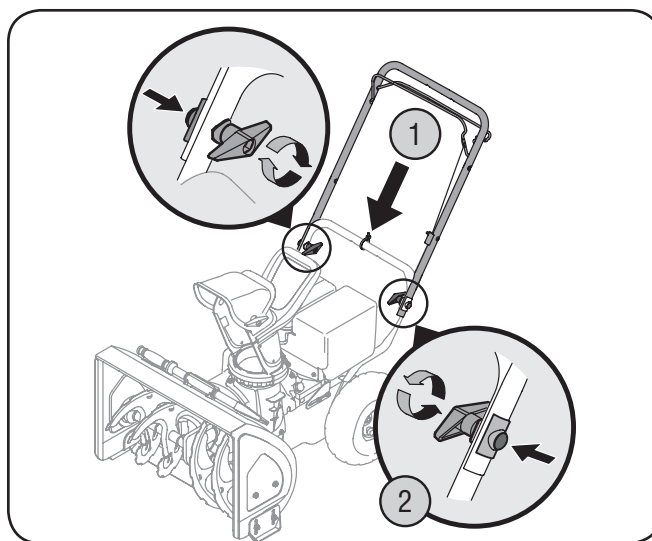

Figure 3-2
4. Eleve la barra de control superior y ubíquela sobre la barra inferior, alineando los orificios de los cuales se extrajeron las perillas de aletas (1). Vea la Figure 3-2.
5. Inserte un tornillo del carro desde el exterior a través de una lengüeta de la barra de control, las manijas superior e inferior, una arandela cóncava, y al interior de la perilla de aletas (2). Repita lo mismo en el otro lado.
6. Ajuste las perillas de aletas a cada lado de la barra de control. Consulte la Figure 3-2.